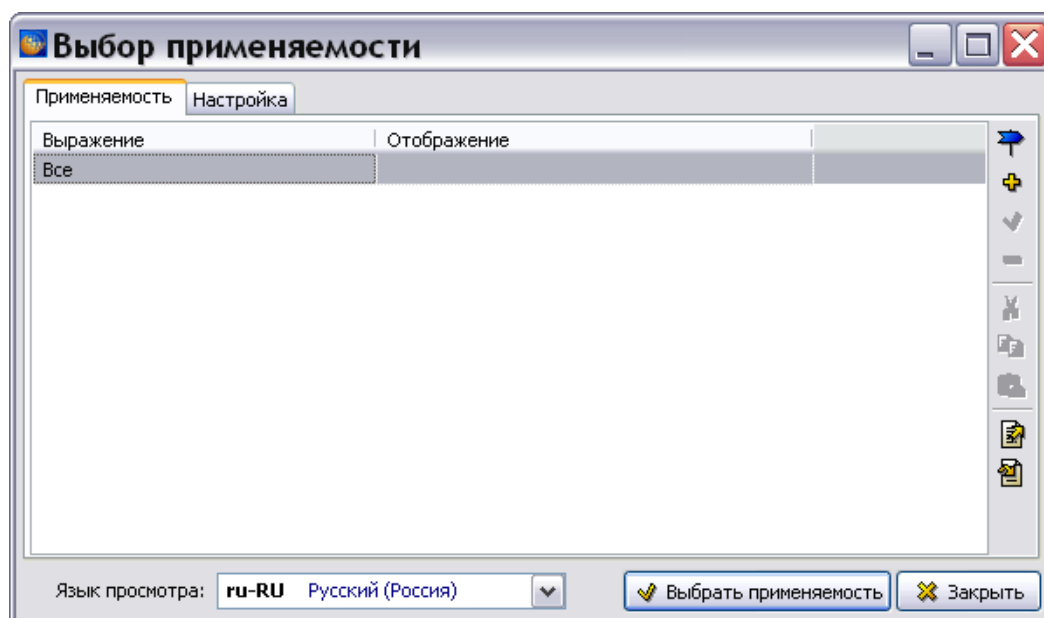

Рис. 22.85
1. В столбце строки «Применимость» щелкните два раза левой кнопкой мыши по ячейке строки (или выделите любую ячейку строки и нажмите на кнопку **Применимость** ). После этого появится диалоговое окно **Выбор применяемости** (Рис. 22.85).